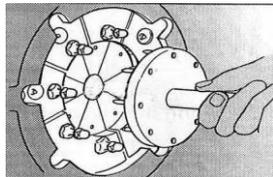

Abb. 1.
- (1) Stellen Sie vor dem Installieren der Pressbacken sicher, dass die Master-Pressbacken sauber sind.
- (2) STOPPEN SIE DEN MOTOR VOR DEM REINIGEN DER PRESSBACKEN.
- (3) Starten Sie den Motor und wählen Sie den *manuellen* Modus.
- (4) Stellen Sie die Auswahlscheibe für den Schlauchpressdurchmesser auf 0,0 ein.
- (5) Öffnen Sie die Master-Pressbacken.
- (6) Setzen Sie im Fach die Stifte des Werkzeugs in den Pressbackensatz ein, drehen Sie das Werkzeug im Uhrzeigersinn und ziehen Sie den gesamten Satz heraus (Abbildung 1).
- (7) Halten Sie den Griff des Schnellwechselwerkzeugs wie in Abbildung 1 gezeigt und stellen Sie sicher, dass Ihre Hand nicht zwischen die Pressbacken gelangt.